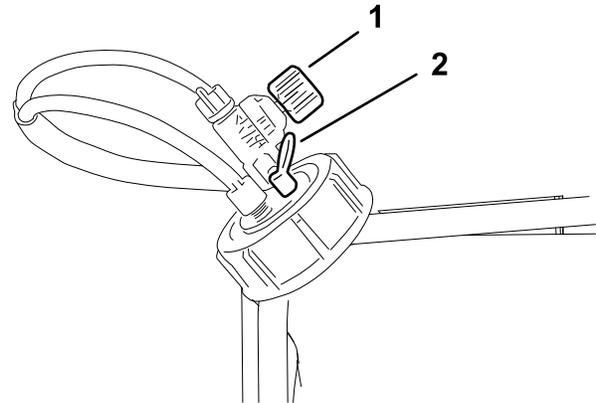

Figura 11
Válvula de ajuste do regulador de espuma – controla a consistência da solução de espuma. Ajustando a válvula, controla a quantidade de solução de detergente fornecida aos bicos de espuma. Aumentando o fluxo provoca gotas maiores e mais frequentes; diminuindo o fluxo provoca gotas mais pequenas e menos frequentes (Figura 11).
Válvula de descarga de pressão – puxe a patilha vermelha no tampão do depósito para fora para descarregar a pressão no depósito (Figura 11).
5. Para o funcionamento inicial, abra a válvula de ajuste de densidade da espuma de 1/8 a 1/4 de volta (Figura 11).